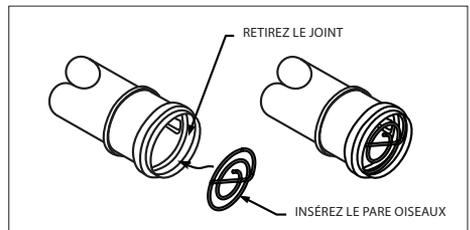

Figure 10
8. Retirez le joint d'étanchéité et installez le pare iseaux à l'extrémité du conduit. (Fig.10)